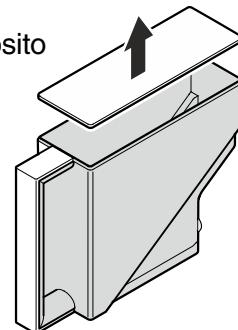

Figura 19
2. Retire la tapa y llene el depósito con agua (**Figura 19**).